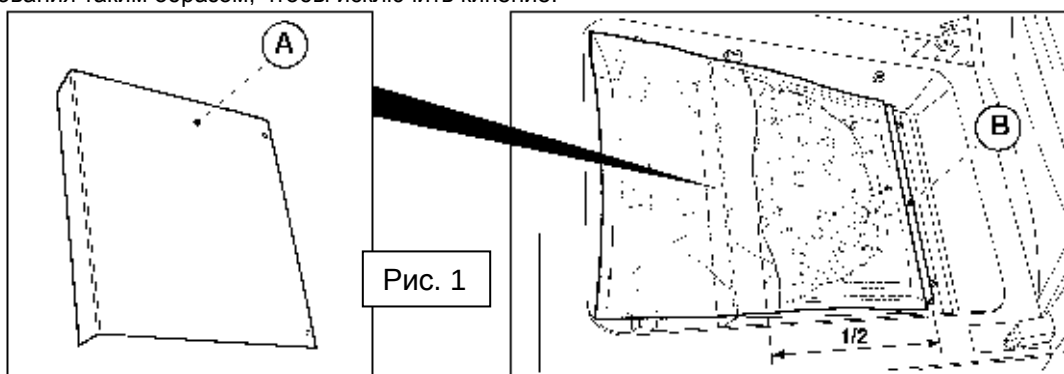

Рис. 1
3. Поместить пакет с жидкостью, подлежащей упаковке, внутрь камеры, причем пакет должен быть наполнен не более, чем наполовину (1/2) (рис. 1). Отцентрировать его на запаивающей планке, чтобы открытый конец выступал за нее примерно на 20 мм.